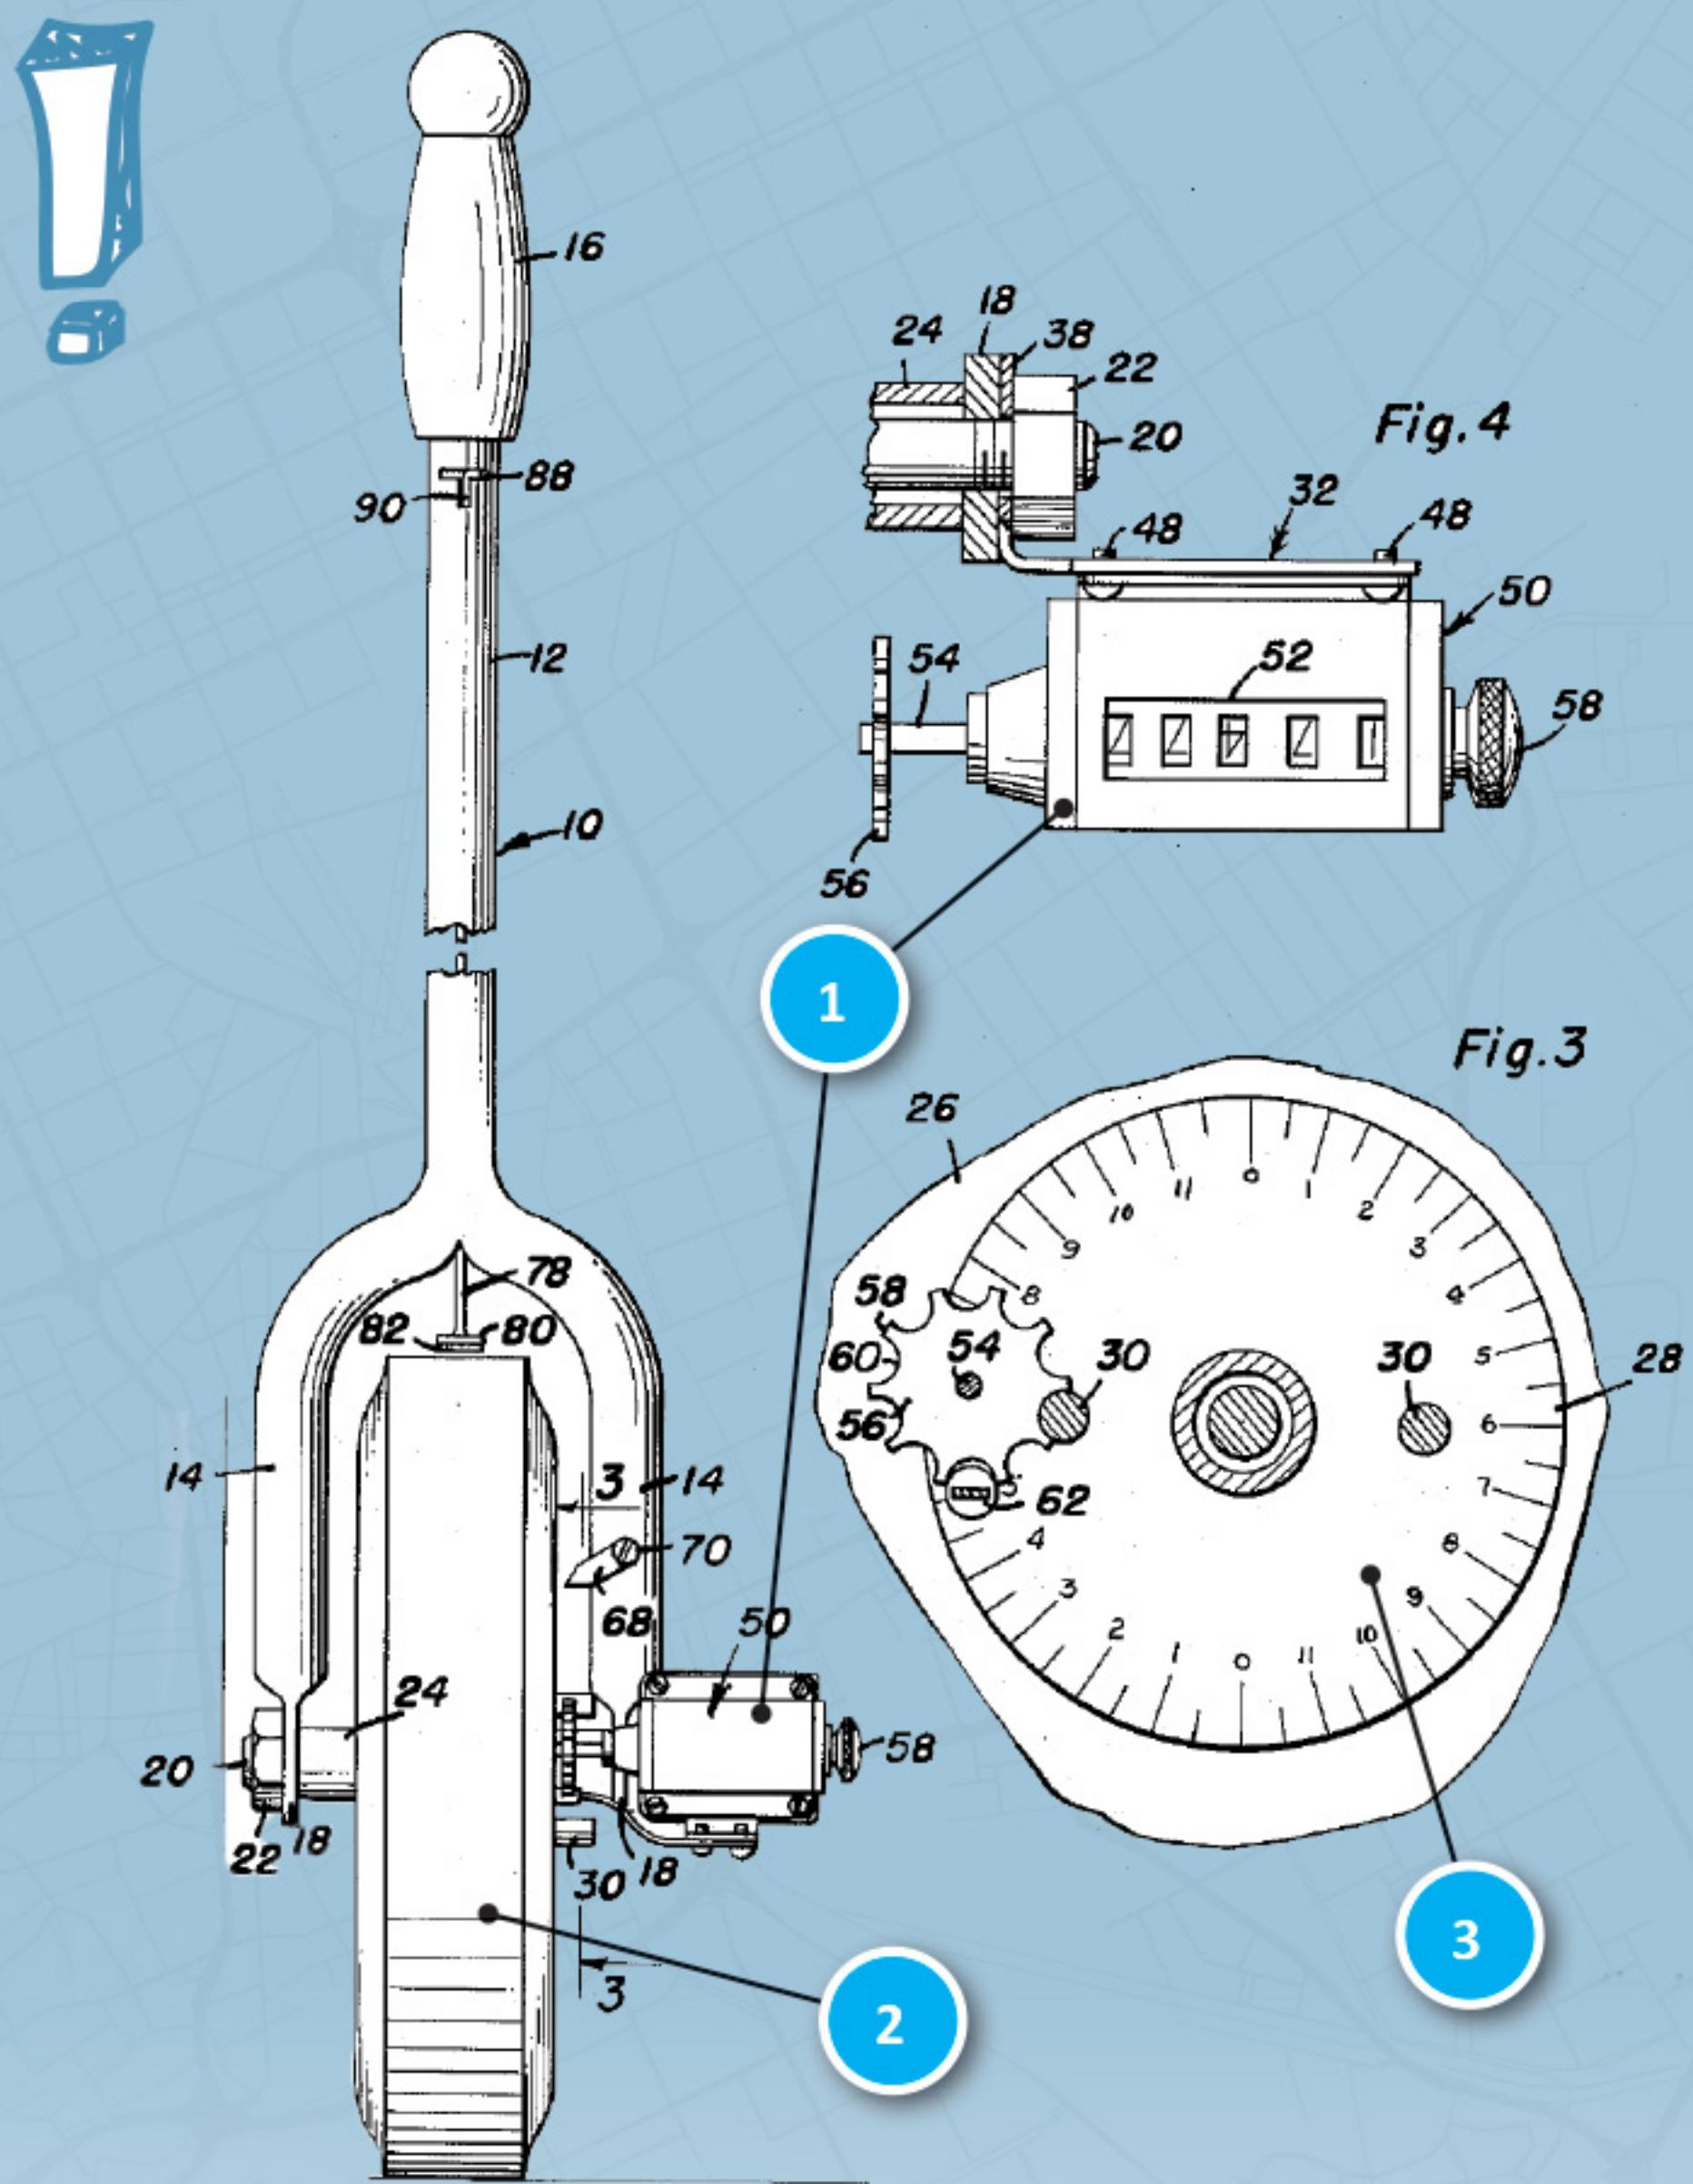

Рис. 5. Измерение расстояний «полевым циркулем» (а) и «дорожным колесом» (б)
**Полевым циркулем.** 2 палки, соединенные таким образом, чтобы расстояние между их концами равнялось 1 или 2 м. Такой метод более точный, но не удобный (рис. 5 а)
**Дорожным колесом.** По принципу действия, дорожное колесо, похоже на курвиметр и является наиболее точным методом измерения расстояния (рис. 5 б). Прибор имеет внушительные размеры, по сравнению с курвиметром. Диаметр колеса составляет 318,47 мм, а длина его окружности 1 метр. Получается 1 оборот колеса = 1 метру. На приборе расположен счетчик, который и отмечает расстояние. После каждой 1000 метров счетчик обнуляется.